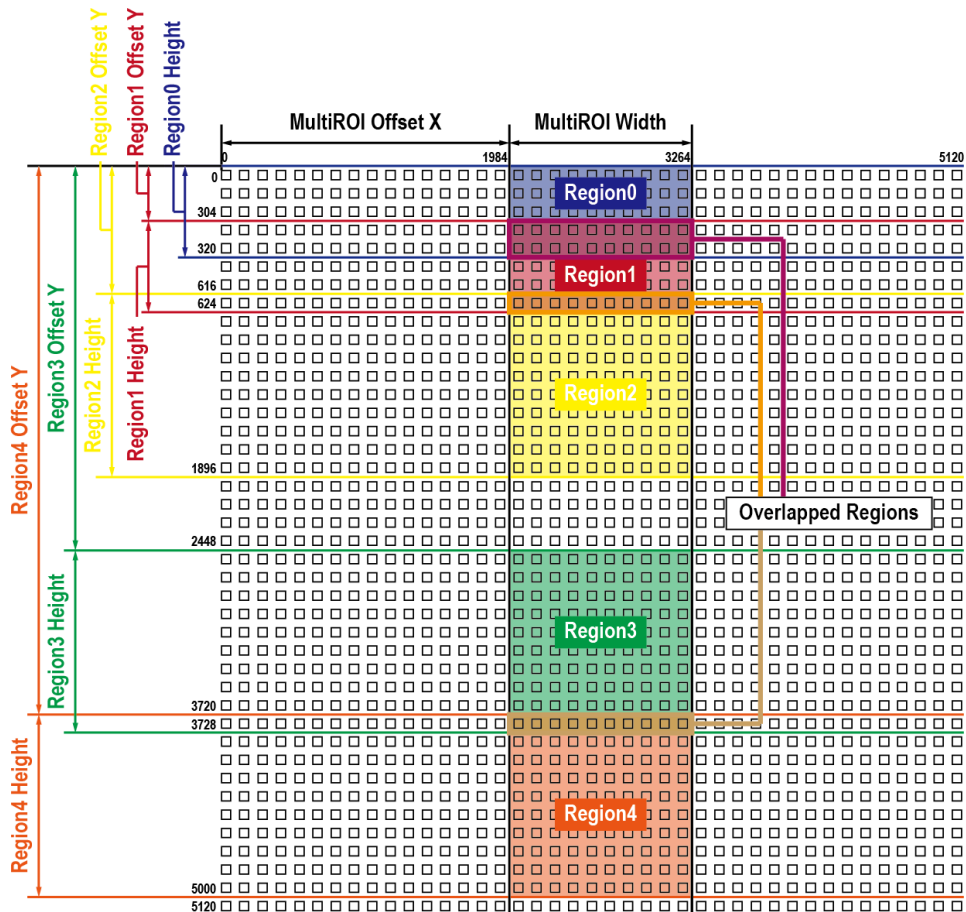

Figure 9.3 Multi-ROI with Overlapped Regions
- 수직으로 겹치는 Multi-ROI 를 설정할 때, 겹치는 모든 영역의 Height 가 35 를 초과하면 안 됩니다. 예를 들어, Figure 9.3 에서 겹치는 모든 영역의 Height 는 32 입니다.